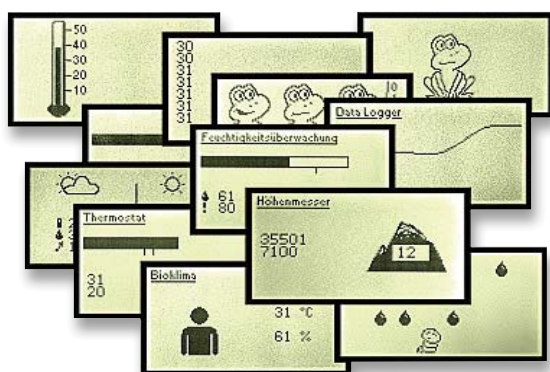

Bild 4: Die via [1] verfügbaren Applikationen im Überblick. Quelle: Thomas Baum
Die Programmierung erfolgt über die für die private Nutzung kostenlos erhältliche BASCOM-Entwicklungsumgebung und den im Paket enthaltenen USBasp-Programmer, der auch für andere AVR-Projekte sehr nützlich ist. Die Wetterstationsplatine bietet die zugehörige ISP-Schnittstelle, und schon kann man die zahlreichen Projekte des Buches Stück für Stück ausprobieren (Bild 4) und schon einmal einen Ausflug in eigene Modifikationen wagen. Mehr als 10 Projekte nebst vielen Experimenten am Rande bis hin in die Programmierung des Grafikdisplays führen zwangsläufig zu einem langen Basteltag. Und zum Schluss hat man eine Menge gelernt und eine völlig individuelle kleine Wetterstation – das bietet keine fertig gekaufte Station!
Für die Nachtlichtfunktion über den HomeMatic Funk-Bewegungsmelder mit Taster (2) haben wir nun verschiedene Möglichkeiten. In Variante A (Bild 4) zeigen wir eine direkte Geräteverknüpfung, die die Angaben zur Schaltschwelle der Dämmerung, die Einschaltdauer und den Dimmwert beinhaltet. In Variante B (Bild 5) lösen wir den Anwendungsfall über ein Zentralenprogramm, in dem ein vorgegebenes Zeitfenster überprüft wird.